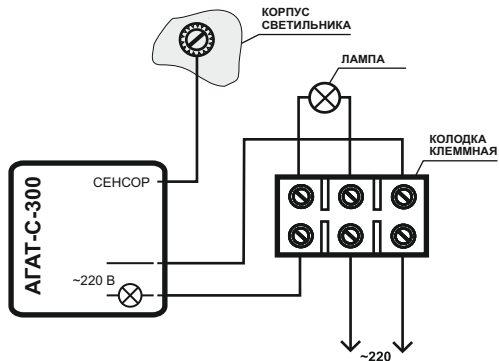

Рис.2. Схема монтажа в корпус светильника
6.2. Монтаж в корпус светильника (рис.2)